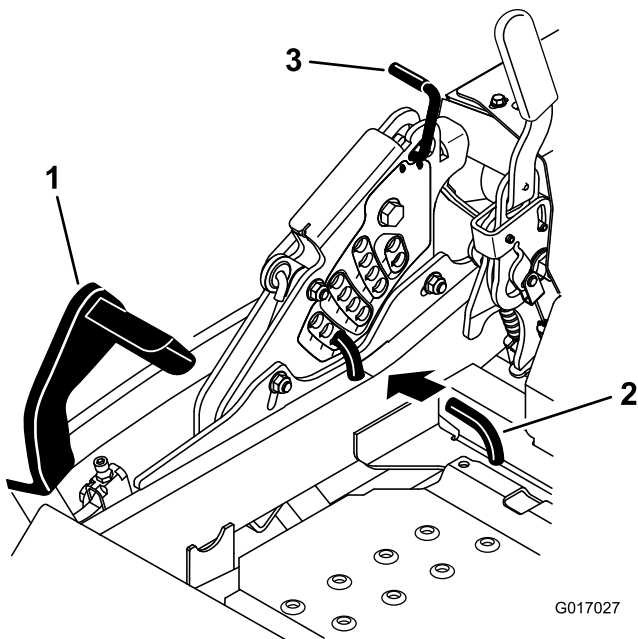

Bild 82
5. Drücken Sie das Mähwerkhubpedal ganz nach vorne; das Mähwerk rastet in der 14-cm-Transportstellung ein (Bild 82).